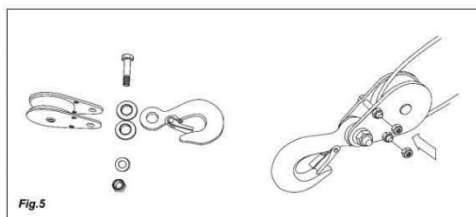

Fig.5
Hängen Sie dazu den fixen Hebehaken (B) in die Befestigungsöffnung am Gehäuse ein, wie in der Skizze gezeigt (Fig. 5/6, S. III).
- Prüfen Sie nach jeweils 1000 Hebezyklen die Halterungen, Bolzen, Schrauben und Splinte der Umlenkrolle. (Fig. 5, S. III)